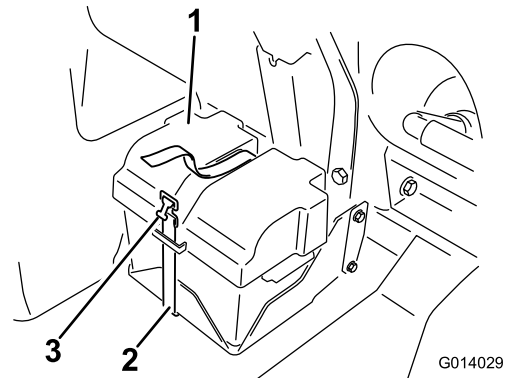
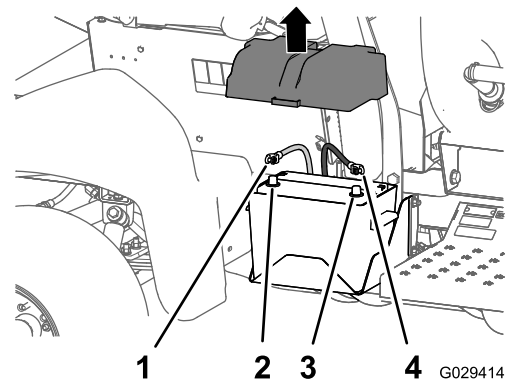

Bild 1
Bild 2
- 4. Klemmen Sie das Pluskabel (Rot) vom Batteriepol ab (Bild 2).
3. Nehmen Sie die Batterieabdeckung ab und klemmen das Minuskabel (schwarz) vom Batteriepol ab (Bild 1 und Bild 2).